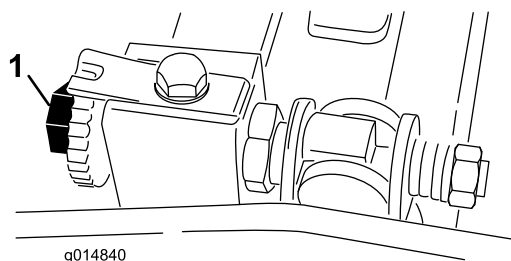

Bild 46
3. Drehen Sie die Spindel so, dass ein Messer die Untermesserkernte zwischen den Köpfen der ersten und zweiten Untermesserschraube an der rechten Seite der Schneideinheit überquert (Bild 46).
6. Drehen Sie die Einstellschraube des rechten Untermesserträgers, bis Sie einen leichten Druck (d. h. Widerstand) an der Beilagscheibe spüren, indem Sie sie von einer zur anderen Seite verschieben. Bild 46